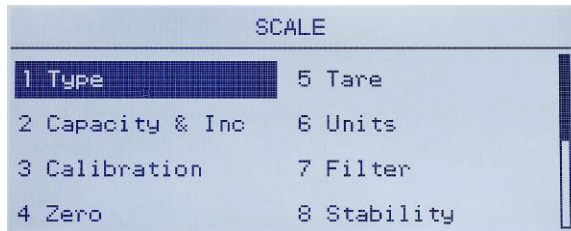

Abbildung 3-28: Setup-Menü „Waage“, erste Seite
2. Während sich „Waage“ im Fokus befindet, drücken Sie auf die EINGABE-Taste oder auf die 1 auf dem numerischen Tastenfeld, um die Tastaturkürzelmethode zu verwenden. In Abbildung 3-28 ist die erste Auswahl der Unterzweige für „Waage“ dargestellt.